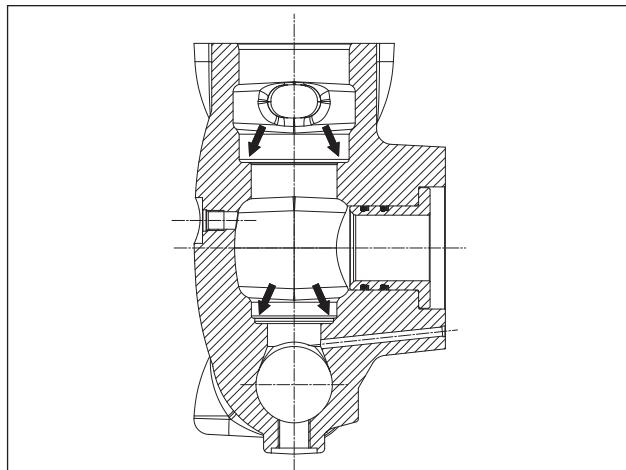

图 109
重新安装阀组前，应彻底清洁和干燥泵头里的相应底座，如箭头所示（①，图 109）。